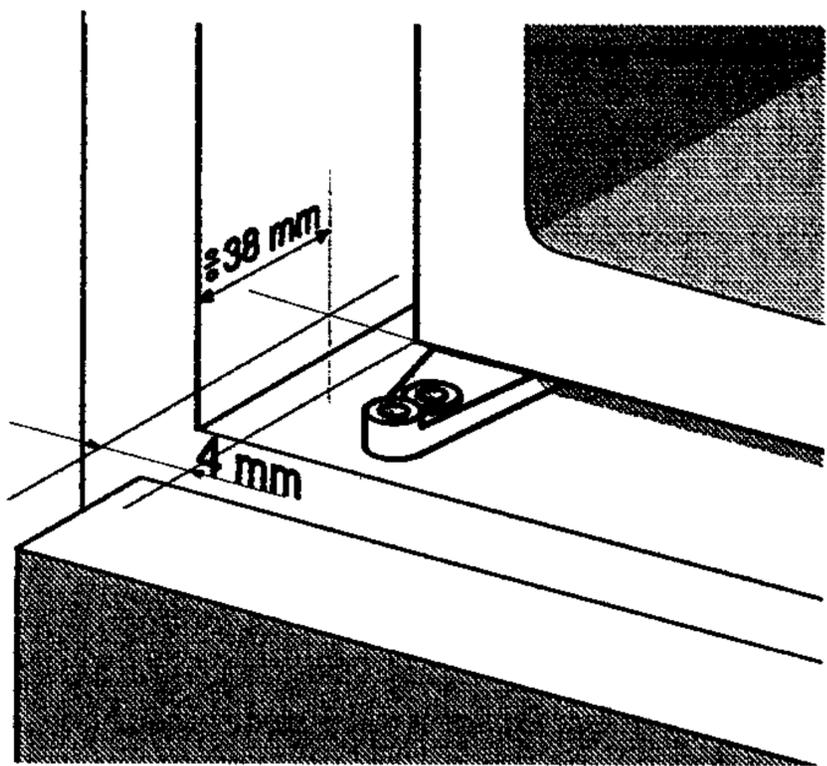

Figure 1
- ❖ Poussez l'appareil environ 30 mm dans le meuble en laissant une distance de 4 mm (Figure 1) sur toute la hauteur entre la paroi latérale du meuble et l'appareil à côté opposée à la charnière de la porte.